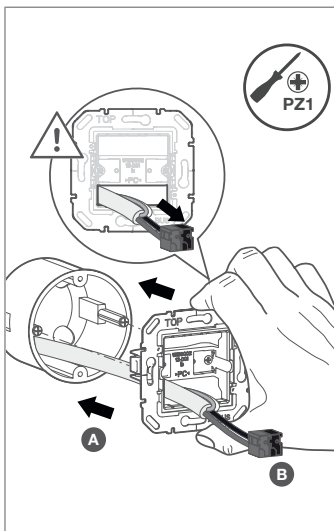
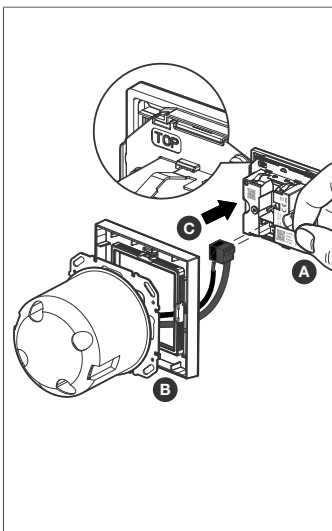

Bild 7: Tragrings montieren
Bild 8: KNX Busanschlussklemme anschließen
- Den Tragrings lagerichtig auf eine Gerätedose montieren (Bild 7), Markierung „TOP“ beachten.
- Busleitung mit Anschlussklemme durch den Rahmen führen und auf der Rückseite des Gerätes anschließen. Dabei die KNX-Busanschlussleitung unterhalb des Mittelstegs durchführen (Bild 7/Bild 8).